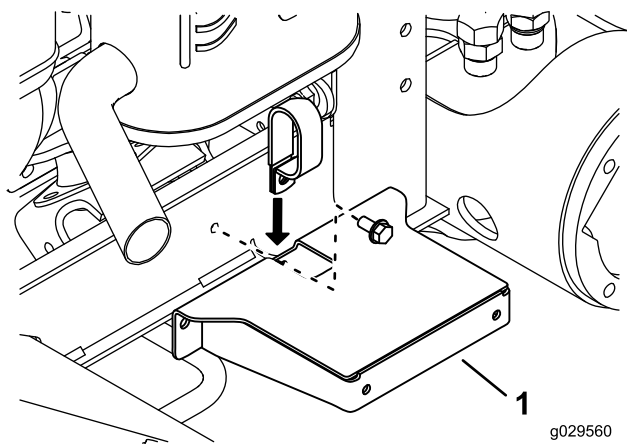

図 3
- ホースクランプの底部をフェンダのマウントの上部についているスロットに通す 図 3。
- ホースクランプとフェンダのマウントをフレームのチャンネル材に仮止めするホースクランプ、ボルト、ナットを使用 図 3 を参照。